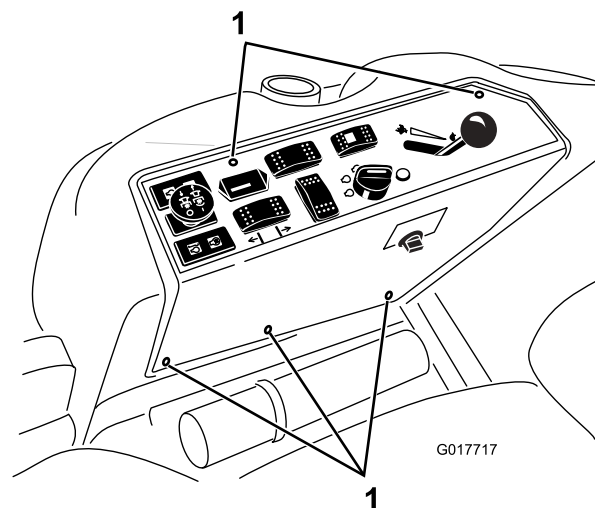

Figura 1
4. Retire os cinco dispositivos de fixação que seguram o painel de controlo (Figura 1).